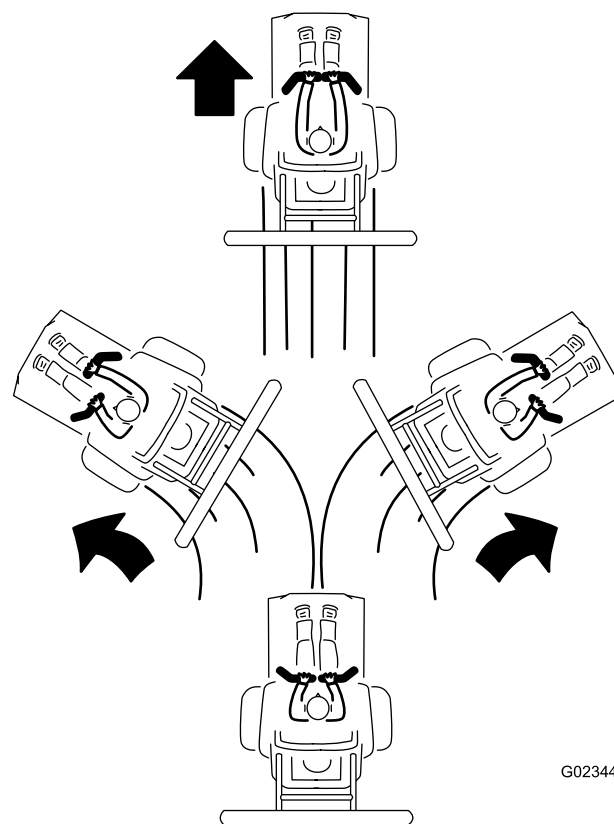

図 25
3. 前進するには、左右のコントロールハンドルをゆっくりと前へ押し出す 図 25。